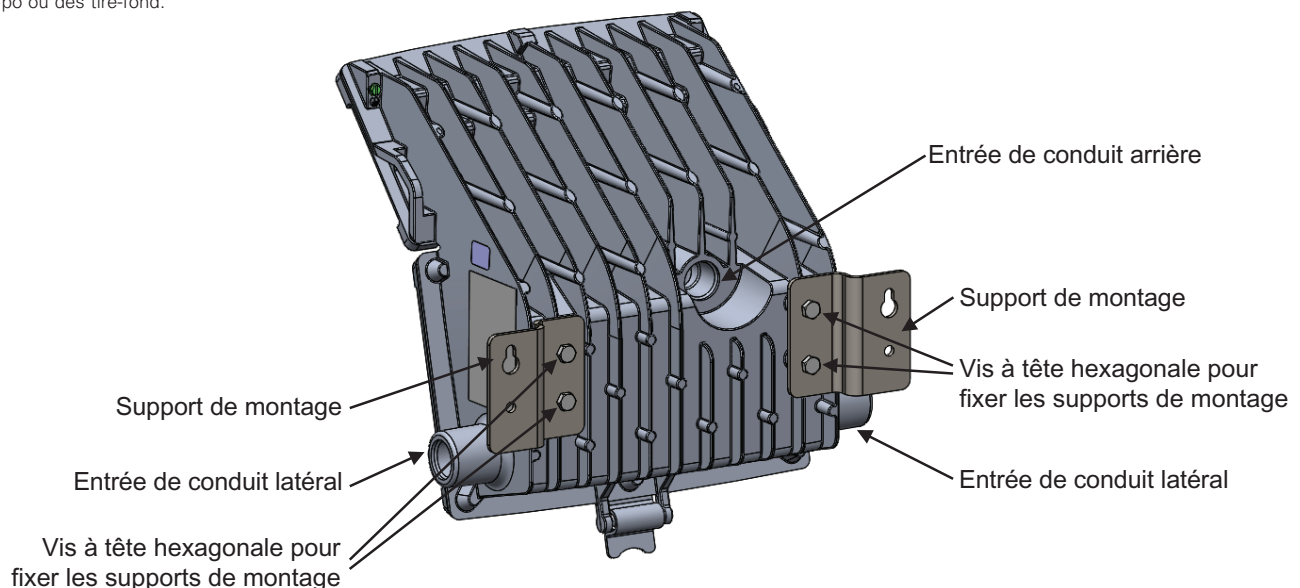

Figure 1
2. Le luminaire est fourni avec trois entrées de conduit NPT 3/4 po et deux bouchons NPT, mais non installés (figure 1). Boucher les entrées de conduit qui ne sont pas utilisées. Pour éviter le grippage et garantir l'étanchéité, lubrifier les bouchons de conduit avec le lubrifiant HTL de la série Crouse-Hinds d'Eaton avant l'installation, et serrer les bouchons avec une clé à au moins cinq (5) filetages complets (57-71 Nm [42-52 lb-pi] pour les bouchons de 3/4 po).